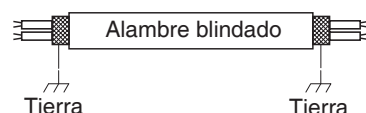

Fig. 4-6
(5) Utilice los alambres blindados para el cableado de control entre las unidades (c) y poner a tierra el blindaje en ambos lados, de lo contrario puede ocurrir un mal funcionamiento debido al ruido. (Fig. 4-6)